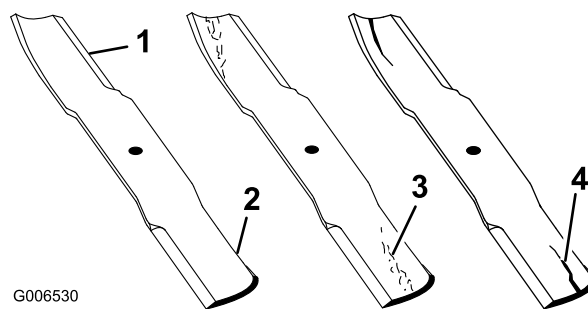

Figure 92
1. Examinez le tranchant des lames (Figure 92). Si les lames ne sont pas tranchantes ou si elles présentent des indentations, déposez-les et aiguiser-les. Reportez-vous à Affûtage des lames (page 60).
2. Inspectez les lames, surtout la partie relevée (Figure 92). Remplacez immédiatement toute lame endommagée, usée ou qui présente une entaille (Figure 92).